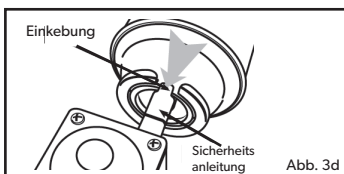

Abb. 3d
- Schließen Sie die Kartusche waagrecht an und stellen Sie sicher, dass die Kerbe mit der Sicherheitsführung übereinstimmt (wie in Abb. 3d gezeigt).